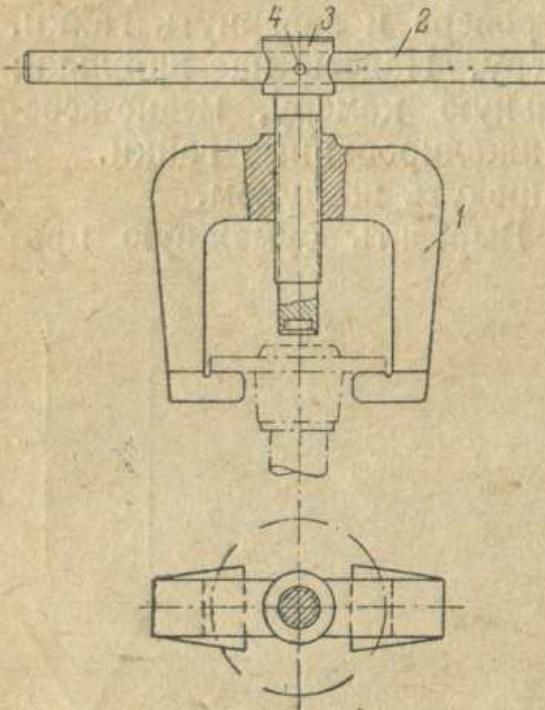

Рис. 11.
**10.** Снять цепную шестерню с конуса полуоси. Снять шестерню с конуса можно только при помощи специального съемника (см. рис. 11). Если мотор разбирается после длительной эксплуатации, следует залить керосином место посадки шестерни и приступить к съемке ее только через 15—20 мин. после этого.